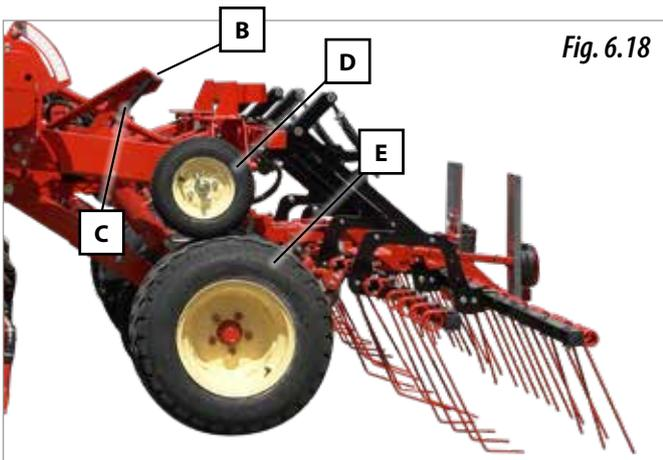

Fig. 6.18
- 8 - Vérifiez que la roue intermédiaire est en contact avec la roue de flottaison (Fig. 6.18). Dans le cas contraire, il faudra procéder à un réglage :
EN HAUTEUR, en agissant sur l'écrou supérieur du tendeur (B, Fig. 6.18).
EN PRESSION, au moyen de l'écrou inférieur du tendeur (C, Fig. 6.18).
LA ROUE INTERMÉDIAIRE (D, FIG. 6.18) DOIT EXERCER UNE LÉGÈRE PRESSION SUR LA ROUE DE FLOT-TAISON (E, FIG. 6.18).